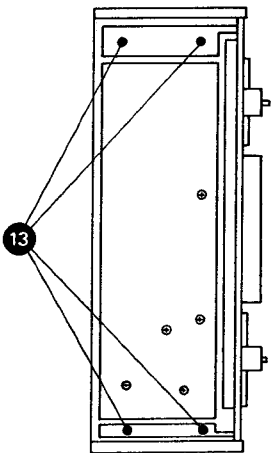

Fig. 3.3.-3
- Dévisser les deux vis se trouvant aux extrémités de la plaque de commande (11), tenir cette dernière contre soi par le bas.
- Déconnecter les trois fiches peigne (12) Fig. 3.3. - 2.
- Dévisser les 4 (grandes) vis se trouvant à la base du pupitre de mélange (13) (Fig. 3.3. - 3).